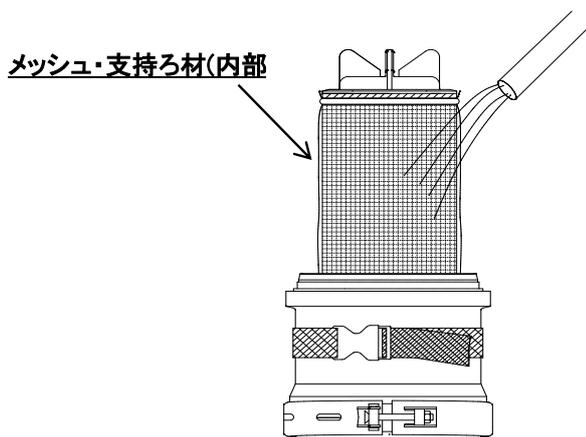

図4. フィルタ洗淨方法
- 2) 汚れが著しい場合は、本体に支持ろ材を付けたままホースで水を掛け軽く汚れを落としてください。(図4)